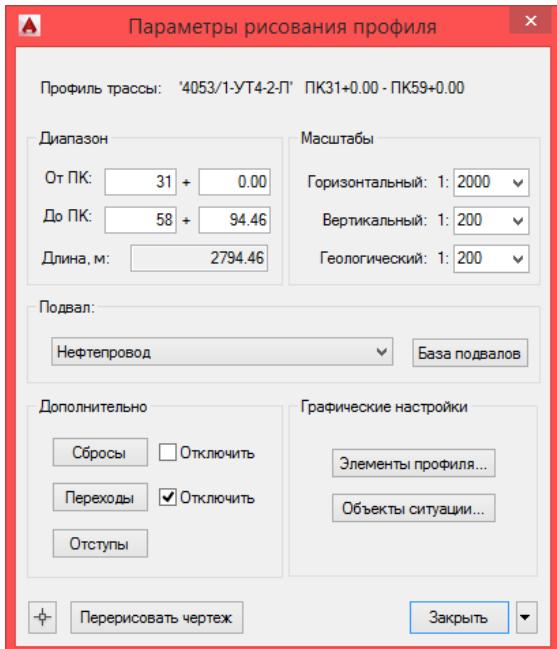
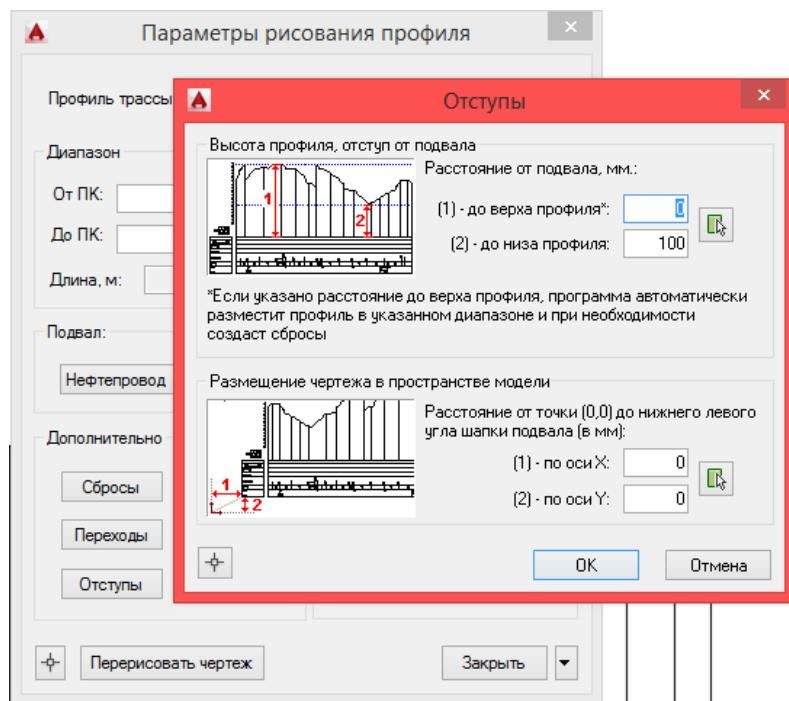

Рис. 91 Диалоговое окно *Параметры рисования профиля*
Рис. 97 В диалоговом окне *Отступы* можно задать высоту профиля, отступ от подвала, а также указать размещение чертежа в пространстве модели
**Примечания** Чтобы задать отступы следует нажать кнопку *Отступы* в диалоговом окне *Параметры рисования профиля* (см. рис. 91). В диалоговом окне *Отступы* задать нужные параметры (см. рис. 97).